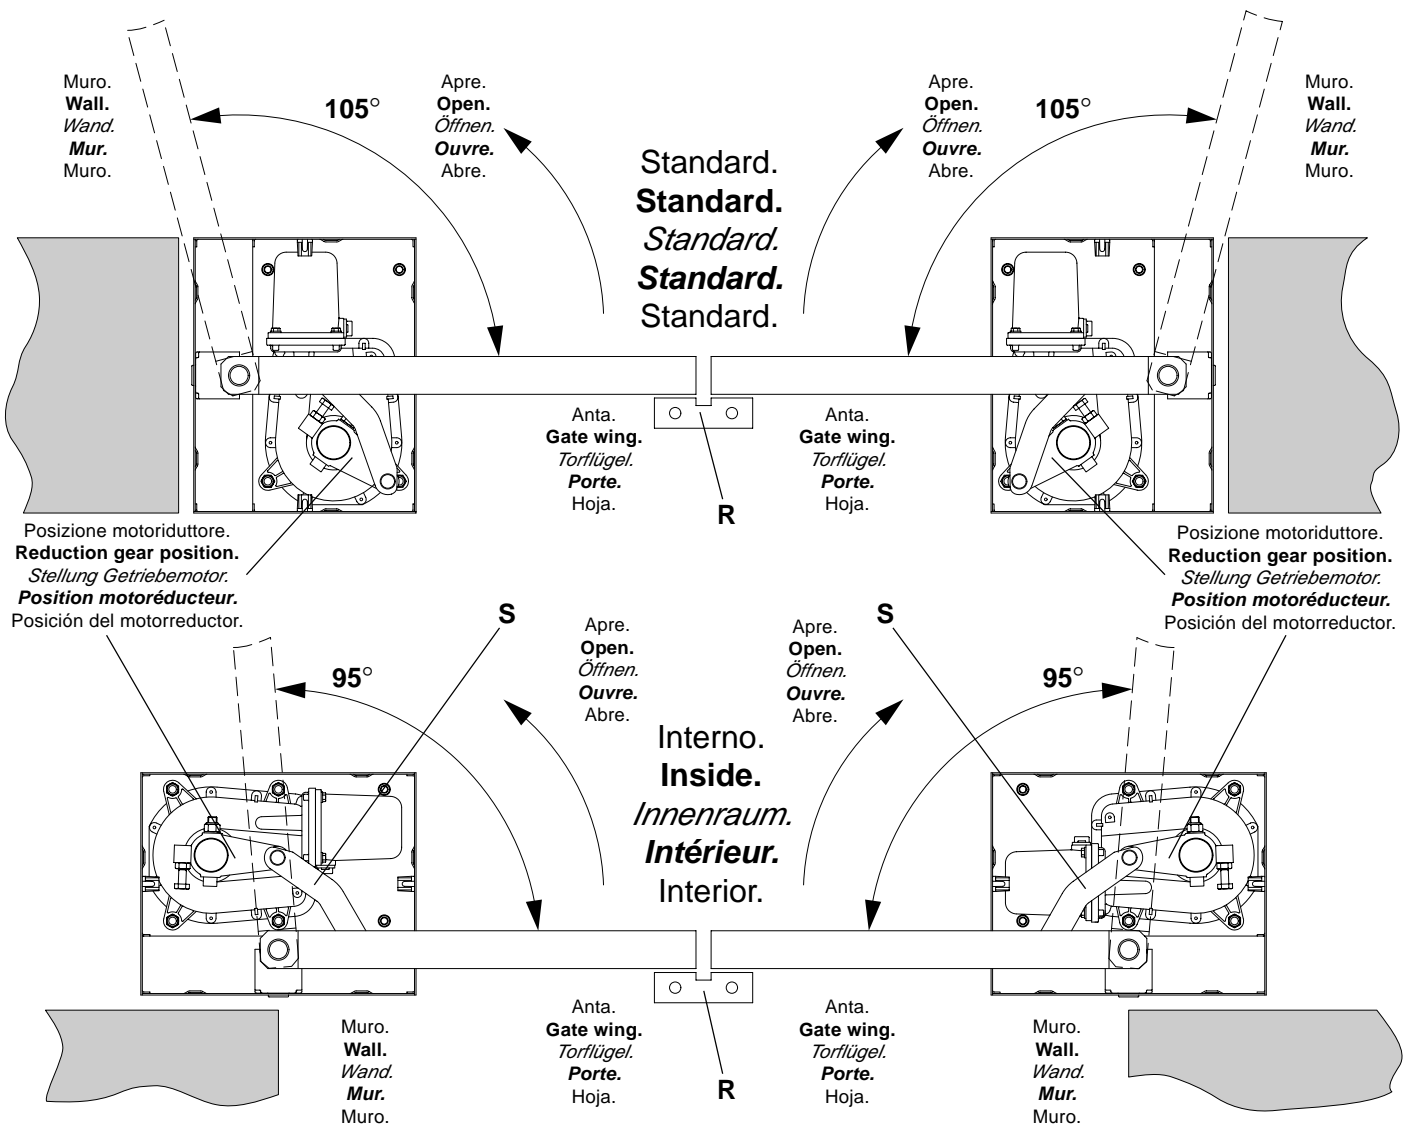

Fig.3
- 2 Fissare il motoriduttore alla cassa utilizzando n°4 dei 6 bulloni disponibili sulla cassa a seconda del montaggio (vedi fig. 3) ed i dadi autobloccanti forniti.
- 2 **Fit the geared motor group to the casing with 4 of the 6 nuts supplied on the casing, according to the type of assembly (see Fig. 3) and with the self-tapping screws supplied.**
- 2 *Getriebemotor am Kasten, je nach Montageart (siehe Abb. 3), mittels 4 der 6 auf dem Kasten befindlichen Mutterschrauben und der beiliegenden selbstsperrenden Muttern befestigen.*
- 2 **Fixer le motoréducteur à la caisse à l'aide de 4 des 6 boulons disponibles sur la caisse selon le montage (voir fig. 3) et des écrous de sûreté fournis.**
- 2 Fijar el motorreductor a la caja utilizando 4 de los 6 bulones disponibles sobre la caja según el montaje (véase fig. 3) y las tuercas autoblocantes suministradas.